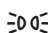

Fig. 87 Junto ao volante: botão rotativo das luzes (uma variante).
- **Ligar o farol de neblina** : puxe o interruptor das luzes para fora → Fig. 87 até a primeira ranhura. A luz de controle se acende em verde no interruptor.